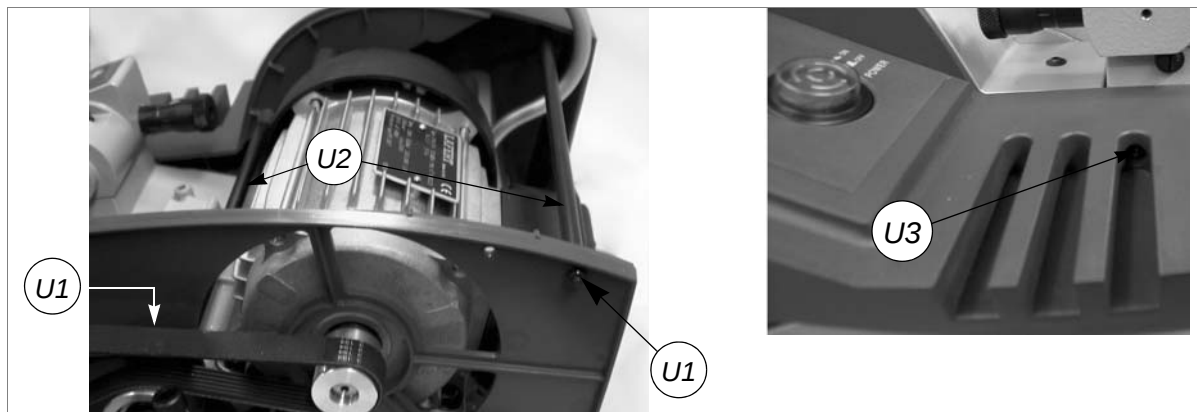

Fig. 37
- 6) Desaperte as porcas (U1) dos tirantes (U2) e tire-os junto com as anilhas (fig.37, pág.26).
- 7) Desaperte os tirantes (U2) (fig. 37) e tire-os.
- 8) Desaperte o parafuso (U3) do cárter esquerdo (fig. 37).